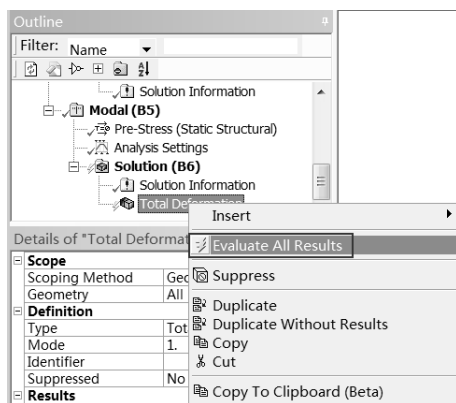

图 6-57 快捷菜单
Step2: 在 Outline (分析树) 中的 Solution (B6) 选项上右击, 在弹出的快捷菜单中选择  Evaluate All Results 命令, 如图 6-57 所示, 此时会弹出进度显示条, 表示正在求解, 当求解完成后进度条自动消失。